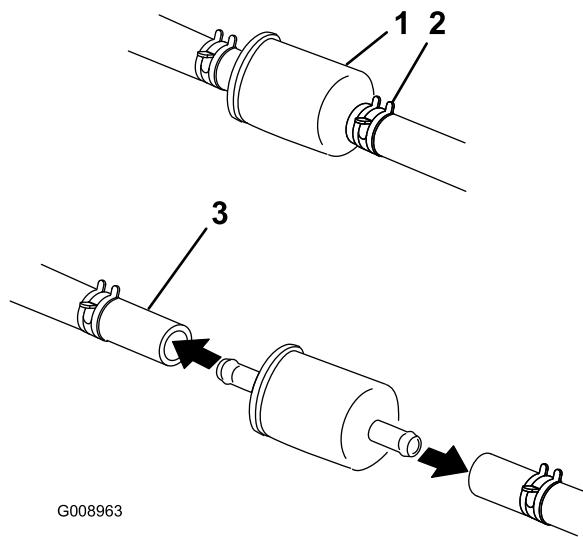

Figura 38
5. Apriete los extremos de las abrazaderas y deslícelas por el tubo alejándolas del filtro (Figura 38).
7. Instale un filtro nuevo y acerque las abrazaderas al filtro (Figura 38).